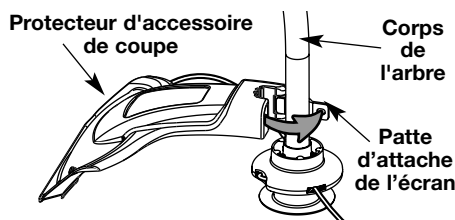

Fig. 1
- Placez l'écran de l'accessoire de coupe sur le logement de l'arbre. Veillez à ce que la patte d'attache de l'écran glisse dans l'encoche au bord de l'écran de coupe. Tournez l'écran dans le sens contraire des aiguilles d'une montre (Fig. 1) pour le mettre en place. Les trous dans la patte d'attache de l'écran et l'accessoire de coupe s'aligneront.